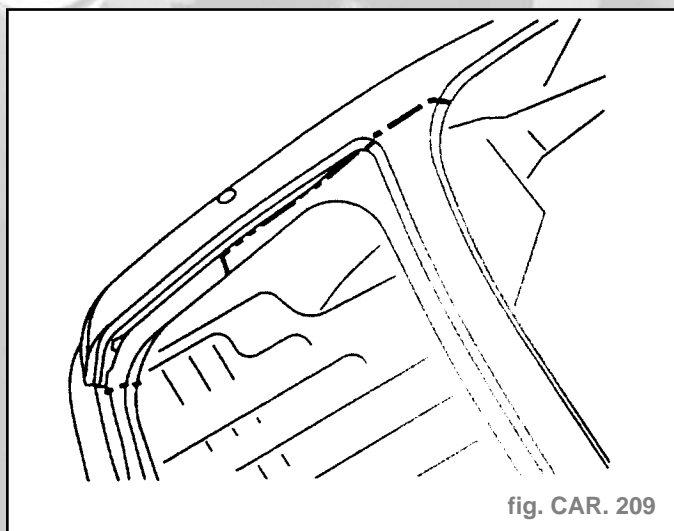

fig. CAR. 209
- Découper à l'aide d'une meule épaisseur **1 mm** (fig. CAR. 209, 210, et 211).